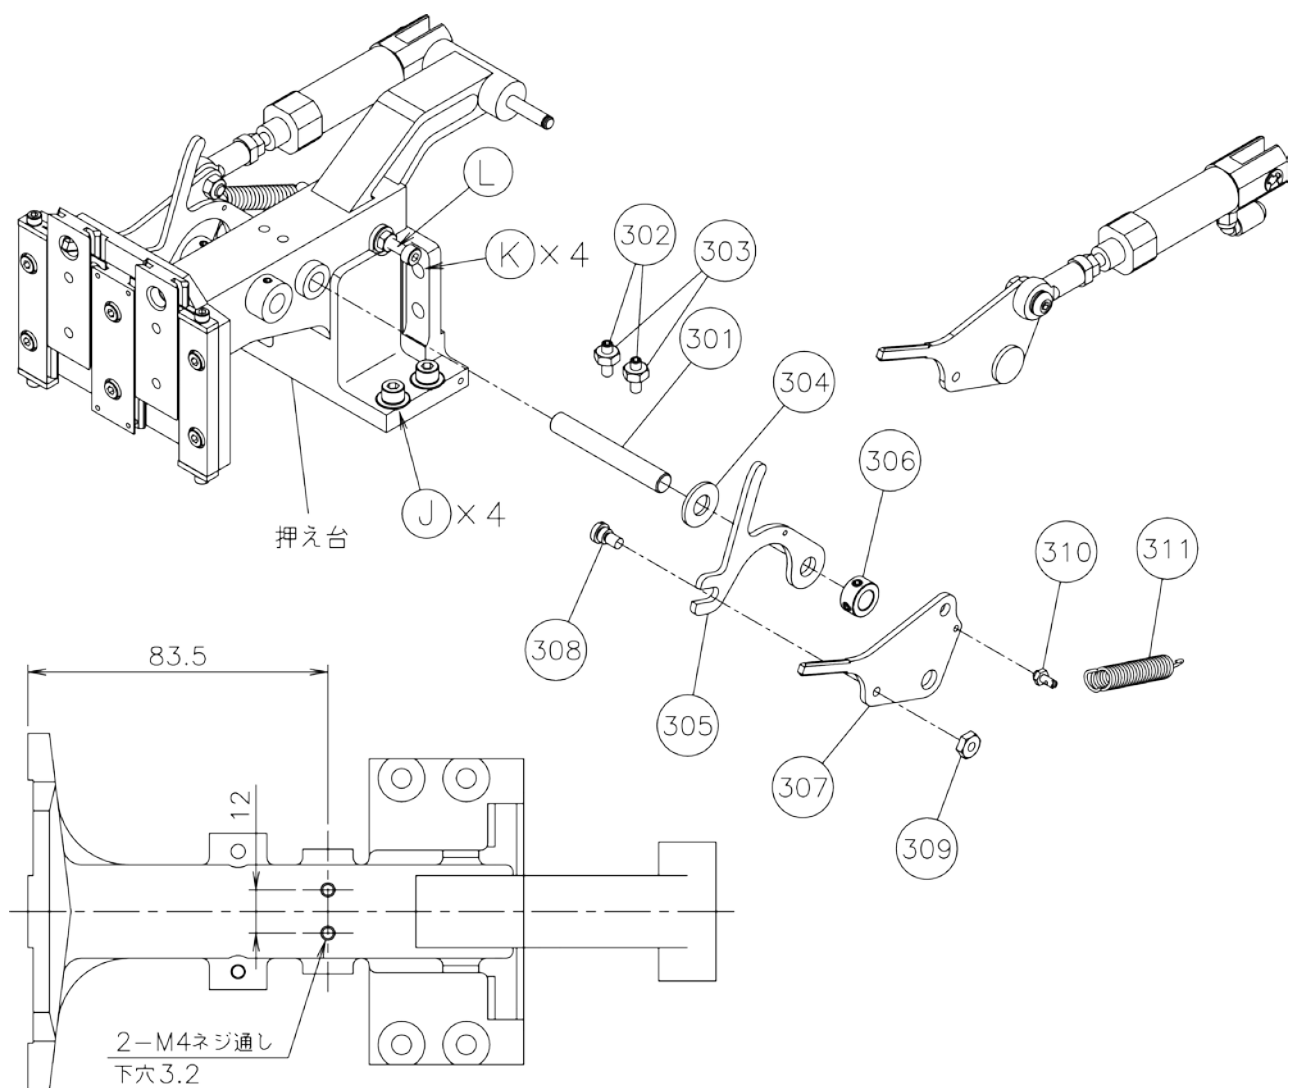

図4. 外押え組立図
- 2) 押え台を固定している J ボルト 4 本と K ボルト 4 本を取って押え台を取り外す。1-3 外押え機構組立まで外しておく。(J ボルトと K ボルトの位置は 1-3 外押え機構組立の図 4 に記載。)
- 1) 1-2. 2)で取り外した押え台の上面にネジ穴があるか確認する。ネジ穴がない場合、図4の位置にネジ穴を加工する。